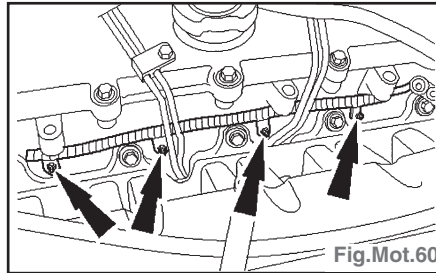

Fig.Mot.60
- Débrancher les connecteurs de bougies de préchauffage (Fig.Mot.60).